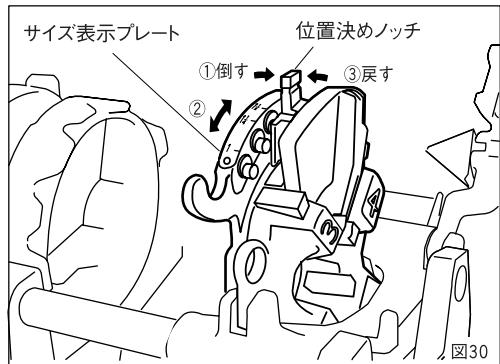
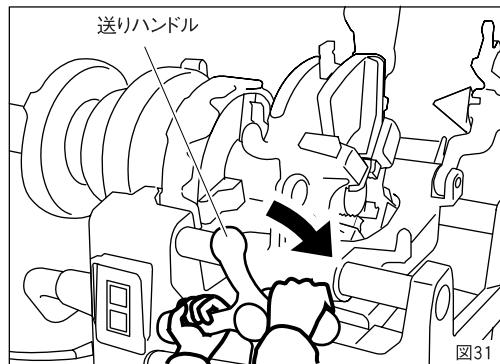

図30
図31
### サイズ変更をする場合(図30)
1. 位置決めノッチを図30の矢印①の方向に倒す。
3. 位置決めノッチを矢印③の方向に倒しながら、ノッチの溝に位置決めピンをはめ込む。
- ② スイッチを入れると、オイルはダイヘッドから自動的に注油されます。
- ③ 送りハンドルを時計方向に回して、パイプにダイヘッドを押しつけ、チーザを食い付かせてください。(図31)
- ④ ねじが3~4山切れればあとは自動的にねじが切れ、ねじが規定の長さになりましたら、切上げレバーによりチーザが自動的に開きます。
- ⑤ あとは送りハンドルを反時計方向へ回してダイヘッドをパイプからはなせばねじ切りは完了します。
- ⑥ 同サイズのねじを引き続いて切る時にはその都度案内セットノブを引き上げ、ダイヘッドがセットの状態にあることを確認してからねじ切りをはじめてください。